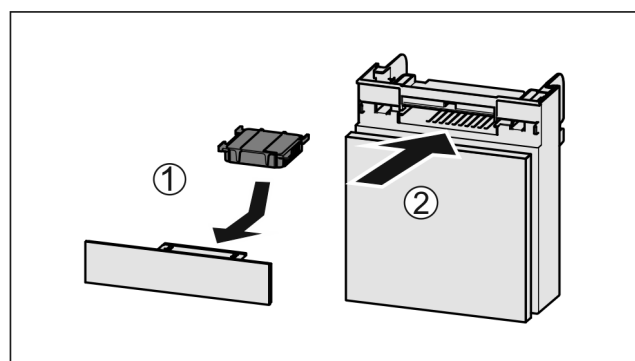

Fig. 237
- Vendosni filtrin me karbon aktiv siç tregohet në figurë Fig. 237 (1).
- Futni kutinë në vend Fig. 237 (2).